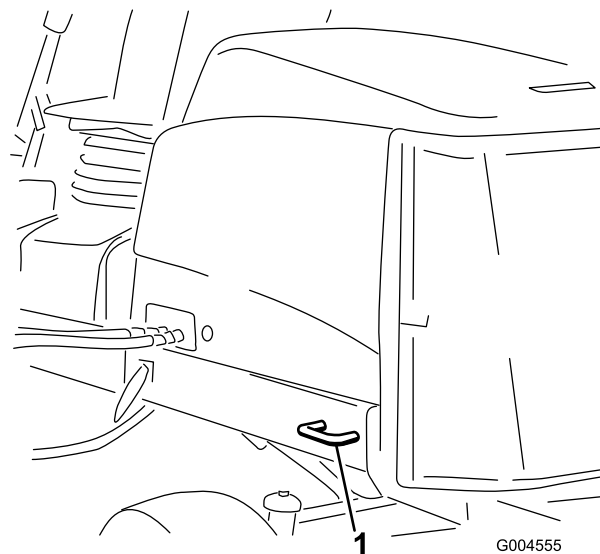

Figure 98
- **Arrière de la machine** – chaque côté de la machine sur le cadre arrière (Figure 98)